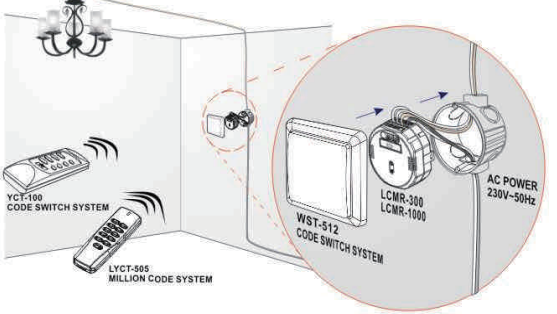

Fig.2
Liaison transmetteur récepteur (figure 2)
- * Presser une fois le bouton autoprogramme pour que la LED clignote lentement sur le récepteur (figure 2.)
De zender met de ontvanger verbinden (fig. 2)
- * Druk eenmaal op de zelfprogrammeringsknop, de led knippert langzaam (afb. 2)